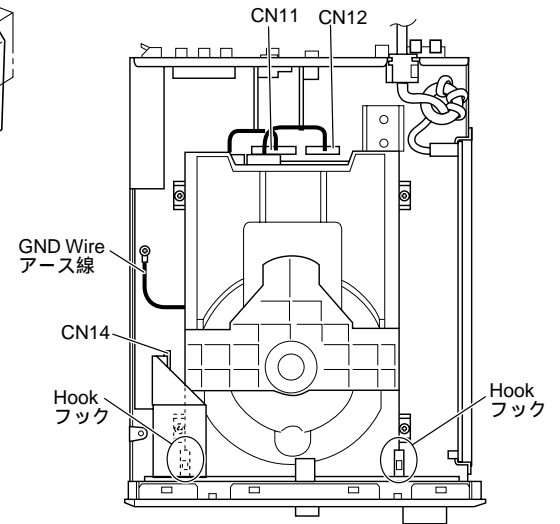

Fig. 2
- c. Remove connectors CN14. (Fig. 2)
- d. Remove 2 hooks and then slide the Front Panel Unit forward. (Fig. 2)
- c. コネクターCN14を外します。( Fig. 2 )
- d. フック2箇所を外し、フロントパネルユニットを前方へ引き出します。( Fig. 2 )
- b. Remove connectors CN11, CN12 and GND wire and then remove the DVD Mechanism Ass'y. (Fig. 2)
- b. コネクターCN11、CN12、及びアース線を外し、DVDメカニズムASSYを取り外します。( Fig. 2 )